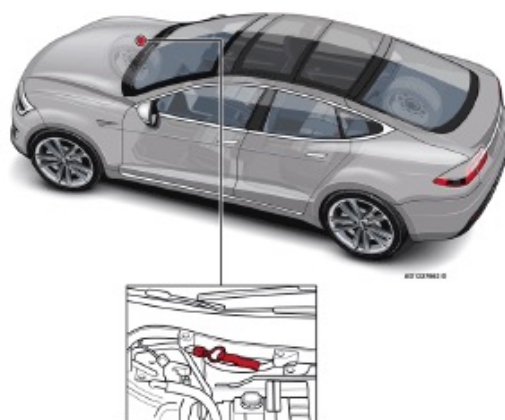

Figura 3. Conector de servicio.
7) Desconectar el conector de servicio figura 3 y esperar 2 minutos.